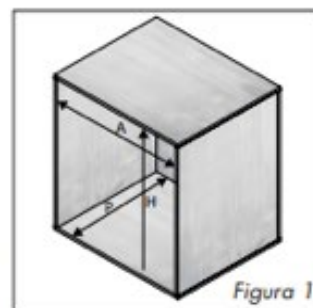

Figura 1
1. Trace las siguientes medidas de corte (Figura 1)